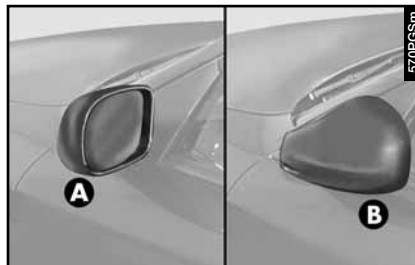

fig. 42
– En caso de necesidad (por ejemplo cuando el gálibo del espejo crea dificultades en un paso estrecho) se puede doblar el espejo desplazándolo de la posición (A-fig. 42) a la posición (B).